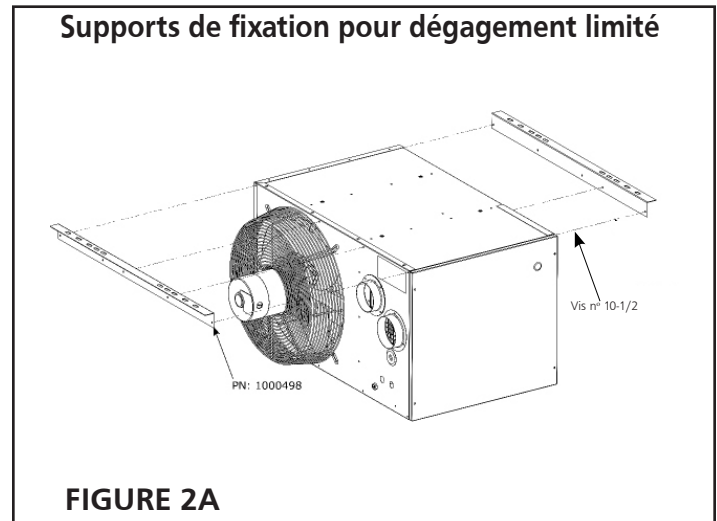

FIGURE 2A
25. Les supports de montage à faible dégagement en option, pièce 60470 dans la Figure 2A, peuvent être utilisés pour monter le radiateur directement au plafond. N'UTILISEZ CES SUPPORTS QUE SUR LES MODÈLES 100 ET 125.
27. Placez les supports de montage à faible dégagement sur l'appareil de chauffage comme indiqué dans la Figure 2A.